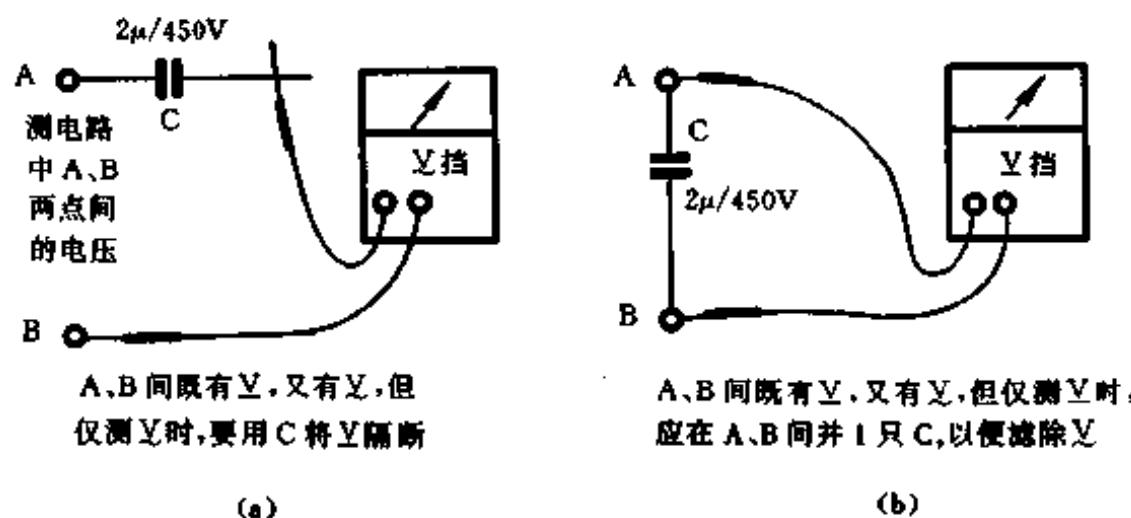

图 13
(1) 如不知被测电压是交流还是直流、同时也不知大体数值，应先用交流最高挡测量，看电压值约为多少。因为这时无论是交流还是直流，都能读出值来(若是直流，读出的“值”约为实际值的二倍)，使心中大致有数。然后改用合适的直流挡来测试，这时如无指示，则是交流；如有指示，则是直流(或直流迭加交流)。这是因为直流挡测交流时指针仅微动或在零值附近微微颤动。注意不能用小直流挡测大值交流，那时虽然表针并不会大幅度偏转，但表头却有大电流流过，有烧坏的危险。
(2) 既有交流又有直流时，若测交流，应用 $0.47\sim 2\mu\text{F}/450\text{V}$ 的无极性电容与万用表串联，以隔断直流；若测直流，可用电容与万用表并联，以避免交流干扰，如图 13 所示。若测量的直流电压或交流电压值较小，所用电容耐压可低于 450V 。若交流频率较高，电容量也可减小。
- (3) 若表的内阻与被测两点间电阻之比小于 $1/10$ 时，误差较大。
- (4) 测交流时表笔不分红、黑，仅需机械调零；测直流时应注意表笔和被测处的极性。
- (5) 测量过程中不能转换挡次。测有大电感的电路时，应先断开表笔再断开电源，以免可能出现的巨大的感生电动势损坏万用表。
- (6) 低压挡的起始段刻度不能读数。
- (7) 仅能测 $45\sim 1\text{kHz}$ 的正弦波(见第 13 问)。
- (8) 低挡次万用表的电压挡测量最高电压一般不应超过 1000V ，中高挡表应在测试超过 1000V 电压时设置用专用表笔插口。